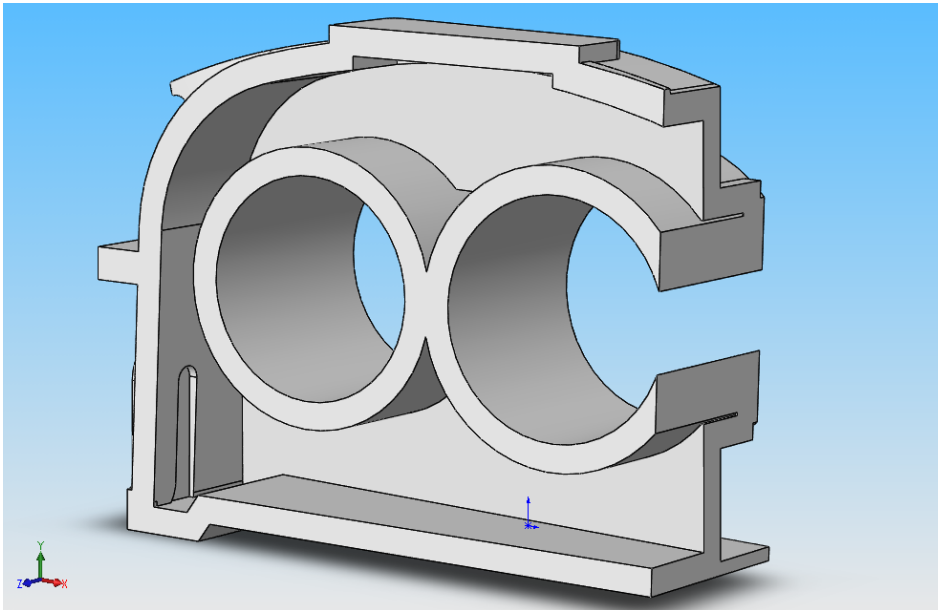

Bild 6.7:
- Stellen Sie eine Wandstärke von **10 mm** ein und bestätigen Sie, nur um zu sehen, was SolidWorks vorschlägt – denn eigentlich sollten **vor** der Wandstärke noch Gehäuseverrundungen definiert werden. Mit der *Schnittansicht* verschaffen Sie sich Klarheit – falls Sie es überhaupt soweit bringen (Abb. 6.7)!